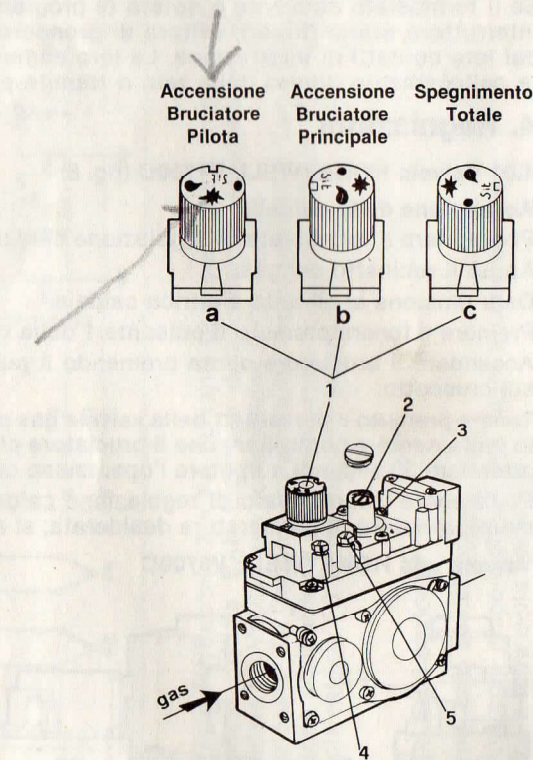

Fig. 9
4.02 Valvola gas SIT 820 NOVA (fig. 9)
Spegnimento della caldaia (fig. 9)
Per regolare la portata del gas della parte caldaia è necessario agire sulla vite 7 della valvola gas (fig. 8) oppure sulla vite 2 della valvola gas (fig. 9); avvitando per aumentare e svitando per diminuire.
Valvola caldaia - Ruotare completamente in senso orario la vite 7 (fig. 8) della valvola gas, oppure ruotare completamente, in senso orario, la vite 2 (fig. 9).